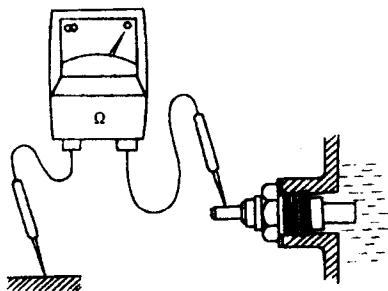

图 1-21 检测传感器的电阻
① 就车检查根据传感器的温度 - 电阻特性，可用万用表检查传感器的好坏。将传感器接头引线断开，把万用表置于 $R \times 1$ 挡，用图 1-21 所示的方法检测传感器的电阻。当水温不同时，其电阻值与水温的关系见表 1-4。